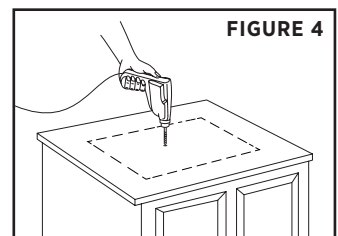

FIGURE 4
Confirm that the template mark on the vanity lines up with the sink. Then, make a clearance hole anywhere near the cut-out line on the inside and then cut out the portion within the cut-out line **(FIGURE 4)**.
*Confirmer que la marque de calibration sur la vanité soit alignée avec l'évier de surface. Percez ensuite un trou de dégagement à un endroit quelconque près de la ligne de découpage à l'intérieur du diamètre, puis découpez l'encastrement en suivant la ligne de découpage **(FIGURE 4)**.*